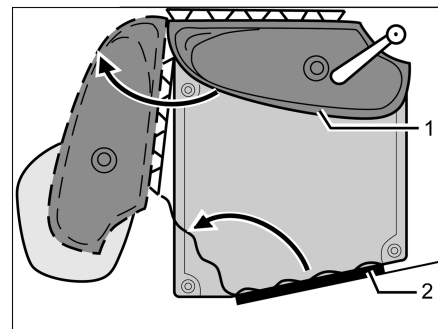

Bild 378 Vario-toalett
- Vrid tvättstället med bakväggen (Bild 378,1) i pilens riktning.
- Gå in i toalettrummet och stäng och lås toalettdörren (Bild 378,2) inifrån.